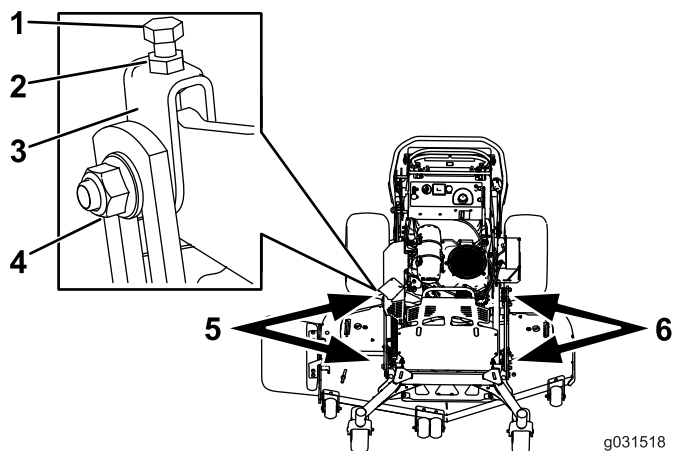

Figure 82
1. Desserrez l'écrou latéral et l'écrou de blocage dans les chapes que vous voulez régler (Figure 82).
2. Tournez le boulon supérieur de ces chapes pour régler la hauteur du tablier de coupe (Figure 82).